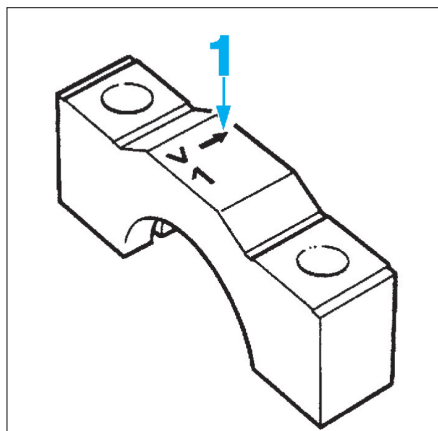

Fig. 65
- Poser les chapeaux de paliers de vilebrequin en respectant le sens des repères (flèche (1) côté volant moteur) et les serrer au couple prescrit avec des vis de fixation neuves (Fig.65).